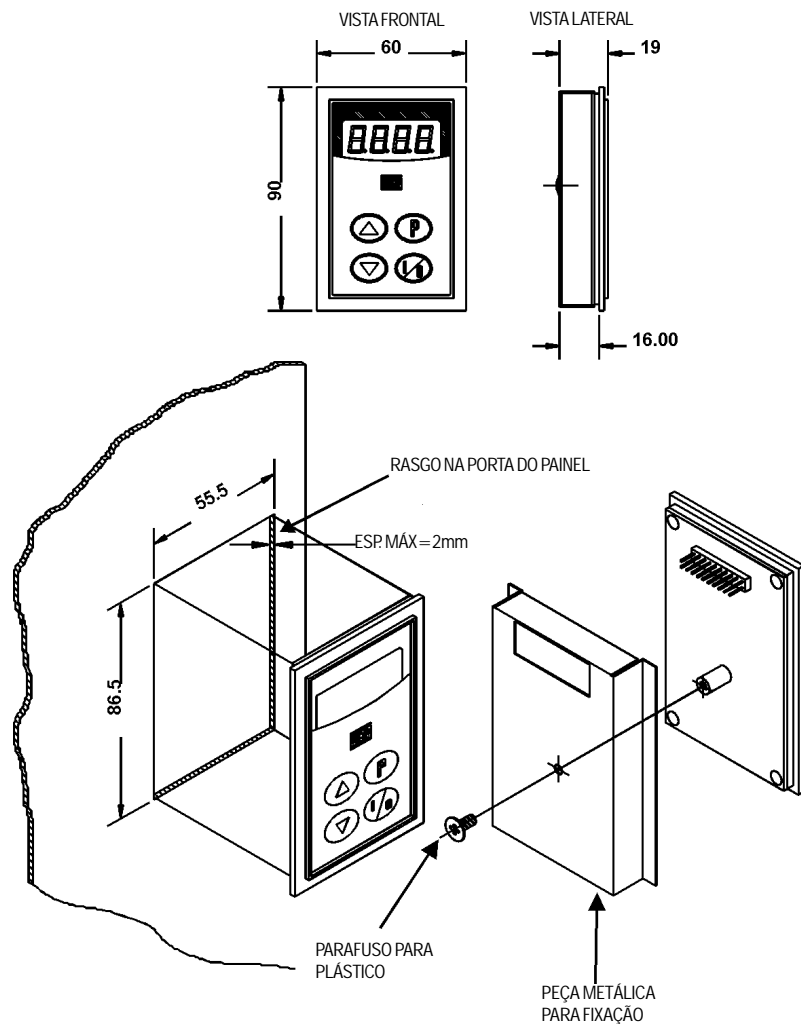

Figura 3.11 - Dimensional / Fixação IHM-7P
- ☑ Para fixação, ver figura 3.11.